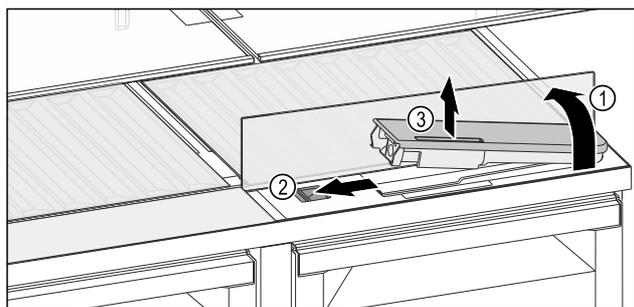

Fig. 133
- ▶ Soulever la tablette et la rabattre vers l'arrière jusqu'à la butée Fig. 133 (1).
- ▶ Pousser le curseur Fig. 133 (2) vers la gauche.
- ▶ Sortir le filtre à eau Fig. 133 (3).